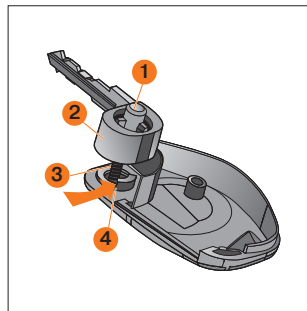

Рис. 5. Устройство ключа с ПДУ
Во время разъединения корпусов ключа под воздействием пружины кнопки ключа **3** (рис. 5), головка ключа **2** и кнопка ключа **1** выпадут со своих штатных мест.
6. Вставить кнопку ключа **1** (рис. 5), в головку ключа **2**, совместив выступы кнопки с пазами головки ключа. Перед соединением верхнего корпуса ключа с нижним, в кнопку ключа **3**, совместив ус пружины
7. Совместить выступающий наружу ус пружины **3** с пазом нижнего корпуса ключа **4**, обозначенным стрелкой (рис. 5).